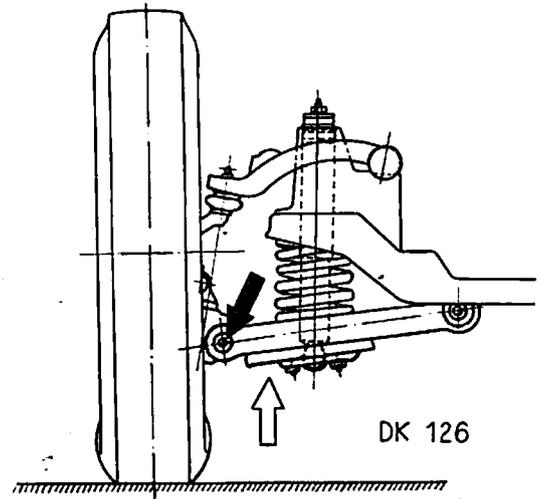
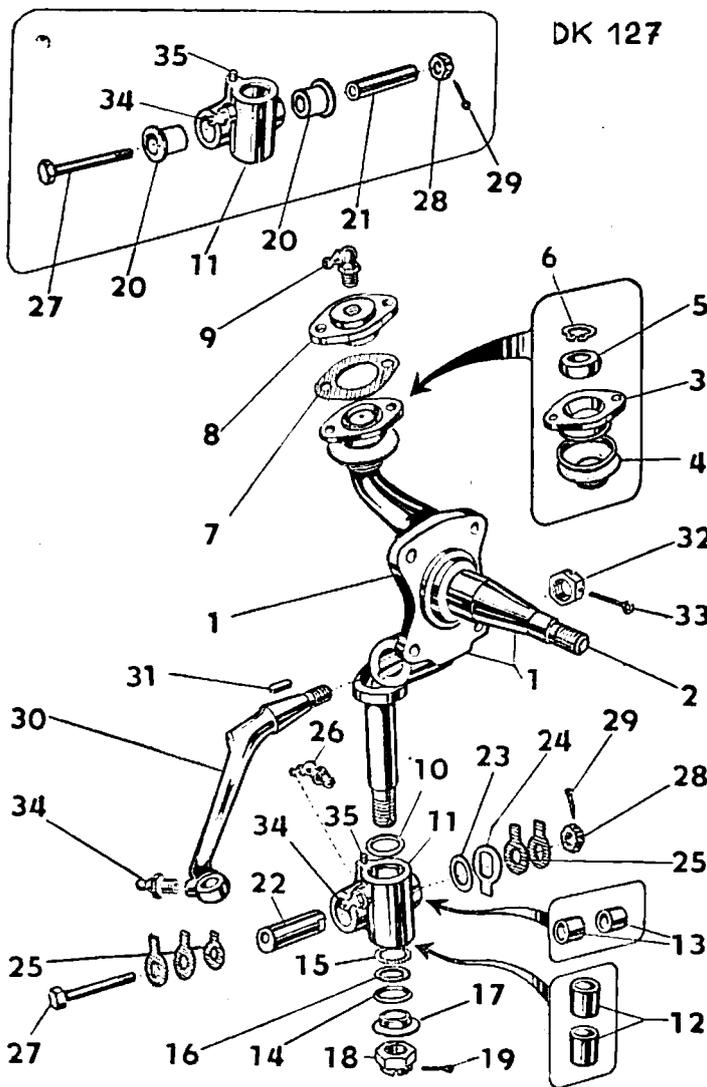

Abb. 20: Einstellung des Sturzes und der Spreizung
Abb. 21: Achsschenkel samt Lagern
Erst bei Kraftwagen der zweiten und der weiteren Serien ist eine Vorrichtung zur Einstellung des Sturzes vorgesehen. Der untere Querlenker wird leicht angehoben, um das Rad zu entlasten (siehe Bezeichnung mit hellem Pfeil auf Abb. 20), die mit schwarzem Pfeil bezeichnete Lagermutter wird gelockert, und die mit einer Nase versehene Einstellunterlage (Abb. 21. Bezeichnung 24) wird gedreht. Durch die Bewegung der Unterlage wird die exzentrische Lagereinlage gedreht. Durch Drehen der Nase in Richtung zum Rad wird der Winkel vergrößert und durch Drehen in Richtung vom Rad weg verkleinert. Die Verstellgrenzen sind $\pm 45^\circ$, von der Mittellage ausgegangen.
ist erst bei der zweiten Serie und den weiteren Serien möglich. Sie wird bei aufgestütztem unterem Querlenker (Abb. 20) vorgenommen. Die Lagerschraube wird herausgenommen, und die Unterlagen „25“ (siehe Abb. 21) werden je nach Bedarf von der einen Lagerseite auf die andere versetzt. Durch Versetzen einer Unterlage wird der Nachlauf des Achsschenkelbolzens um $0^{\circ} 30'$ geändert.
2. In den sich verengenden freien Teil der unteren Querlenkerarme wird das vollständige Querlenkerlager (mit Büchsen und Stift für Begrenzung des Lenkeinschlags) samt eingesetzter Gummieinlage und Abstandhülse aufgesetzt, die Schraube wird eingesteckt und mit der Mutter gesichert (wiederrum weder festziehen noch sichern), siehe Abb. 21, Bez. 11, 20, 21, 27, 28.
3. Bei Kraftwagen der zweiten und weiteren Serien wird ein mit einer Exzentereinlage zur Regelung des Sturzes und mit Unterlagen für die Regelung des Nachlaufs versehenes Querlenkerlager eingebaut. In das vollständige Querlenkerlager (mit Büchsen und Stift zur Begrenzung des Lenkeinschlags) wird die Exzentereinlage eingelegt, von der Seite der Einstellunterlage werden die Anlegeunterlagen aufgesteckt, die Einstellunterlage (Abb. 21, Bez. 24) wird aufgesetzt und das Ganze in den sich verengenden Teil des Querlenkers eingelegt. Das Lager wird so eingelegt, daß sich die Einstellunterlage nach dem Einbau der Querlenker in die Radachse auf der rückwärtigen Seite zur Fahrtrichtung befindet.
4. Von der Vorderseite des Lagers werden drei, von der rückwärtigen Seite zwei Unterlagen eingelegt (Abb. 21, Bez. 25), die Schraube wird durchgesteckt und die Mutter aufgeschraubt (nur schwach anziehen). Das Lager muß drehbar, jedoch ohne merkliches Spiel (max. 0,2 mm) sein.